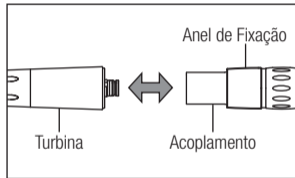

Fig. 2
- 1) Introduza a turbina no acoplamento. (Fig. 2)
Puxe o anel de fixação e remova a turbina do acoplamento. (Fig. 2)